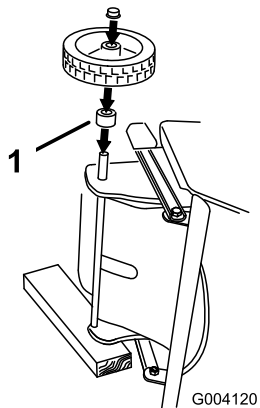

Bild 3
1. Kippen Sie die Schneefräse auf die linke Seite und legen einen Holzklötz unter das linke Achsende (Bild 3).
2. Schieben Sie das **kurze** Distanzstück und ein Rad auf das Ende der **rechten** Achse (Bild 3).